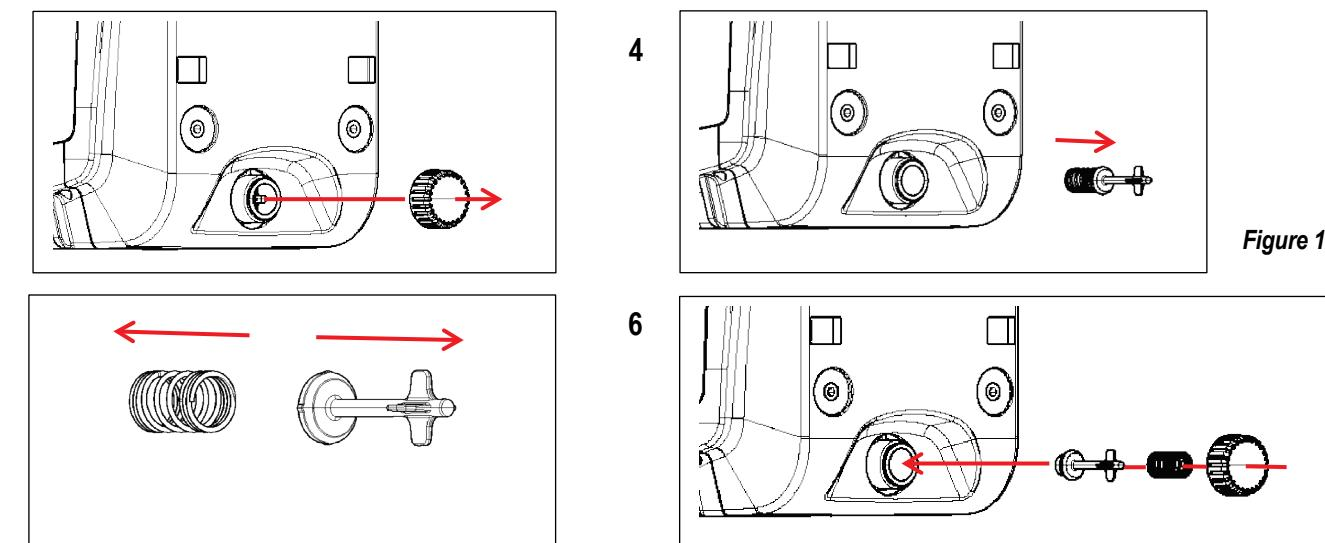

Figure 17
3. retirer le bouchon d'écoulement en veillant à ne pas faire tomber le joint torique (Fig.17) ;